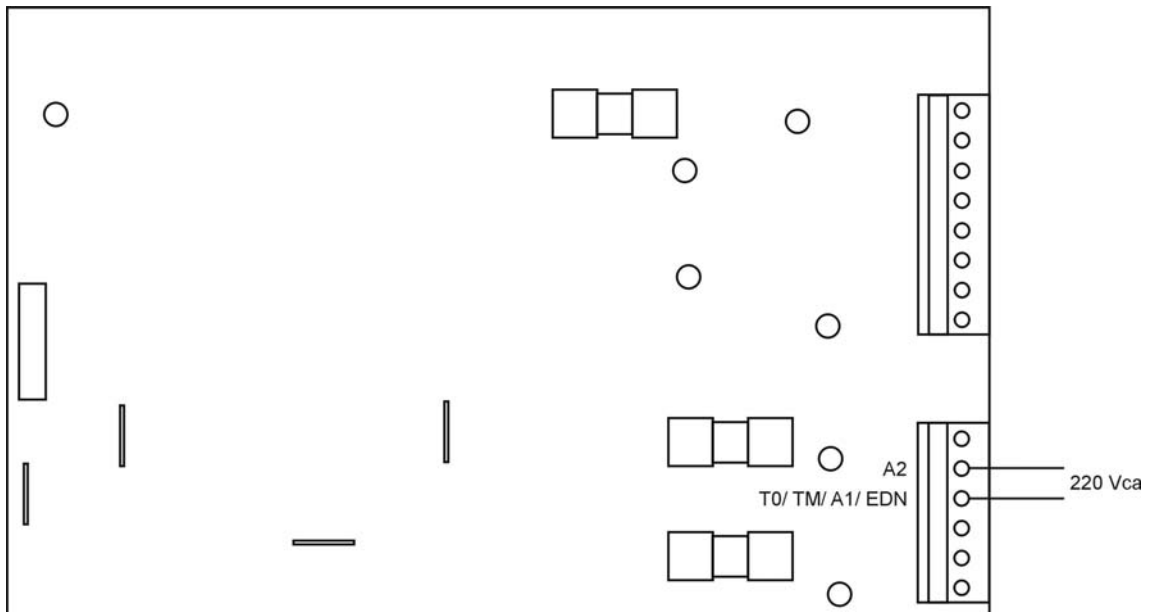

Figura 13
- Fuente de 220 Vca, máximo 2 A, entre los bornes A2 y A1 (Figura 13)